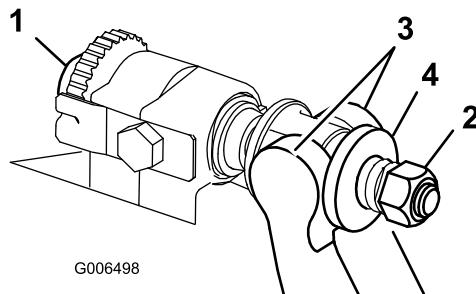

Figura 1
- Gire los tornillos de ajuste de la barra de asiento en el sentido contrario a las agujas del reloj para alejar la contracuchilla del molinete (Figura 1).
3. Afloje la tuerca de tensado del muelle hasta que el muelle deje de presionar la arandela contra la barra de asiento (Figura 1).